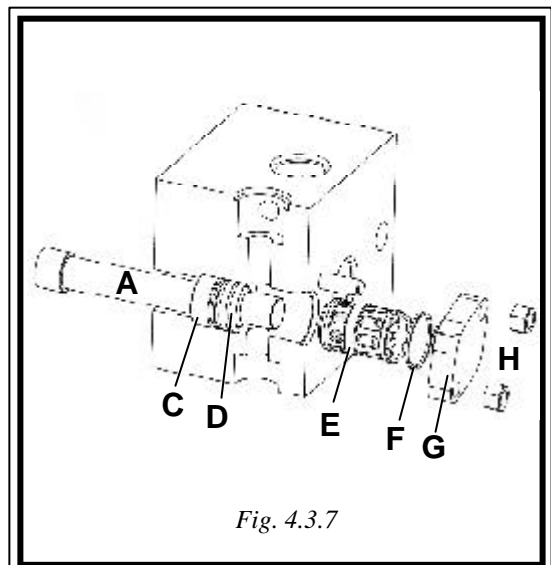

Fig. 4.3.7
- Siehe Fig. 4.3.7, den Distanzring des Paketes „E“ mit der Richtung a „V“ in die Dichtung CH einführen.